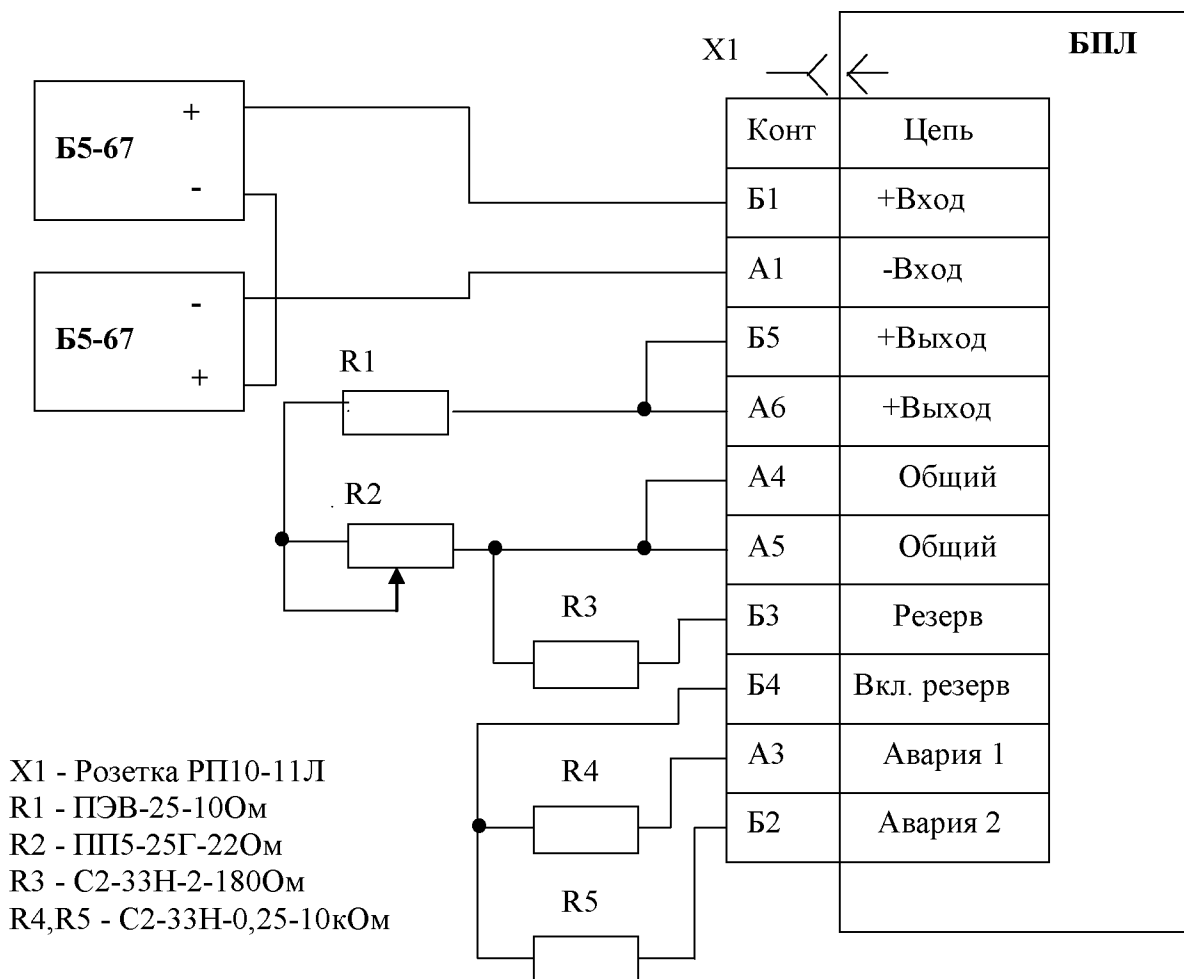

Рисунок. 6.13 - Схема подключения для проверки БПЛ
Для проведения настройки подключите нагрузочные сопротивления и приборы согласно рис. 6.13. Установите на входе источников питания минимальное напряжение.
7.3.1. Подсоедините БПЛ кабелем к источнику питания в соответствии с рис. 6.13.
7.4.2. Подключите блок к источнику питания. Установите движок нагрузочного резистора R2 в крайнее левое положение (см. рис. 6.13). Включите блок переключателем на передней панели. Подключите вольтметр к конденсатору C22. Резистором R11 установите напряжение на конденсаторе C22 в пределах 14,8...15,2 В.
7.4.7. Установите движок нагрузочного резистора R2 в крайнее левое положение (см. рис. 6.13). Измерьте напряжение на нагрузке. Оно должно быть в пределах 12,8...13,6В.